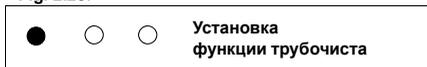

Fig. 2.23
- 5 Для установки функции *Трубочиста* индикаторные лампы (Светодиоды) должны отображаться как на Fig. 2.23.